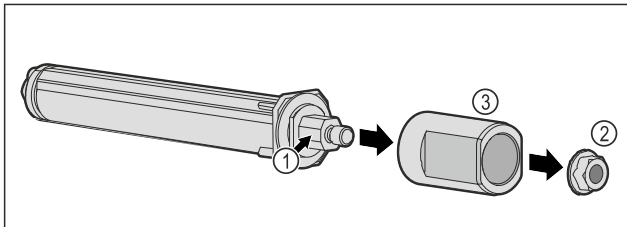

Fig. 54
- Neardykite durų uždarymo sistemos Fig. 54 (1).
- Atsukite veržlę Fig. 54 (2).
- Nuimkite įvorę Fig. 54 (3).